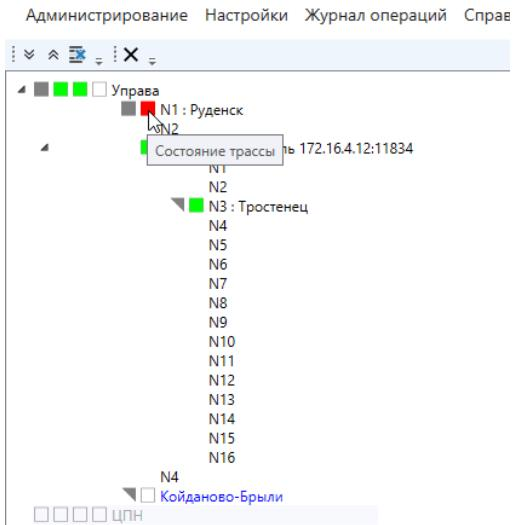

Рисунок 3-3. Информация о трассе
В секции (2) **Информация о модулях RTU, модулях БОП, и трассах**, слева от номера порта RTU и названия трассы отображается информация о состоянии, и режиме трассы в виде квадратов. При наведении указателя мыши на квадрат появляется всплывающая подсказка о его функции (см. Рисунок 3-3).